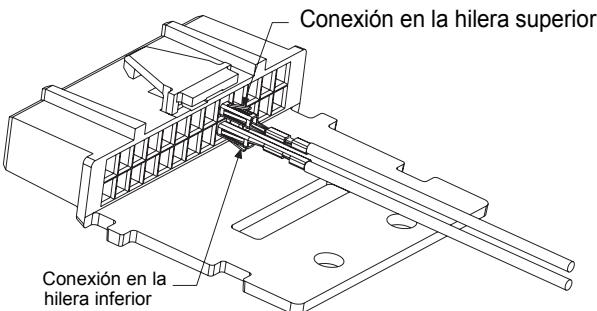

Figura 4. Orientación del terminal
Paso 2. Inserte los contactos tal como se indica en la Figura 4: pin 12 ó 16 para el cable negro, pin 7 para el cable rojo y pin 13 para el audio del micrófono o pin 15 para el micrófono y recepción de audio para el cable azul en el accesorio de conexión.